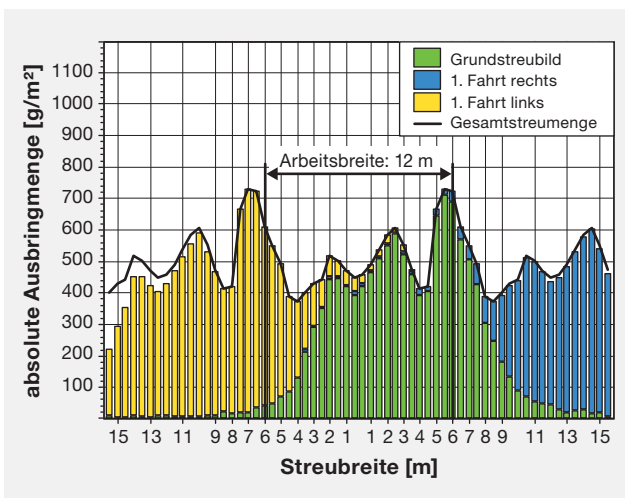

Bild 10:
Für eine Arbeitsbreite von 12 Metern und eine Ausbringungsmenge von 5 t Kompost/ha wurde ein Variationskoeffizient (VK) von 19,6 % erreicht. Im Bild 10 sind das Grundstreubild (Mengenverteilung nach Überfahrt) und das Gesamtstreubild dargestellt. Letzteres zeigt dabei die endgültige Flächenbelegung nach weiteren Beetfahrten.